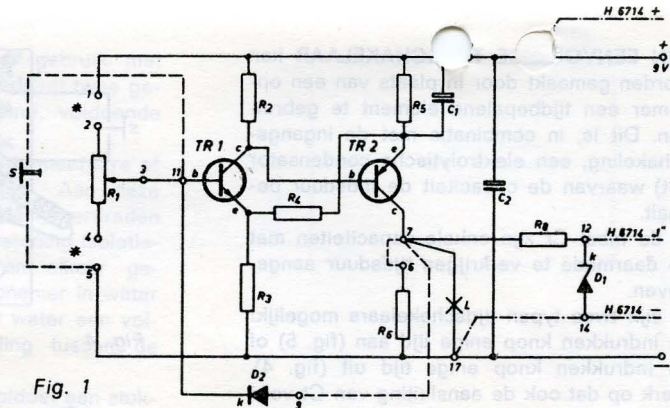

Fig. 1
**DE SCHAKELING** (fig. 1) die voor de schakelaar is gebruikt (z.g. Schmitt trigger), kent slechts twee stabiele toestanden die we de in- en de uitstand noemen. In de „in”-stand is TR2 „open” waardoor het lampje L brandt. In plaats van het lampje kunnen ook relais en andere apparaten worden geschakeld. De in- en de uitsituatie worden verkregen door de basisinstelling van TR1 te wijzigen; boven een zekere spanning op deze basis (t.o.v. de emitter) is de „in”-toestand bereikt, beneden deze spanning de „uit”-toestand. Indien de punten 1 en 2 en de punten 4 en 5 zijn doorverbonden, kan met R1 de basisspanning en daarmee dus de in- en de uittoestand worden ingesteld. Schakelen van „in” naar „uit”, en terug kan ook worden verkregen met behulp van een element dat gevoelig is voor licht, temperatuur enz. Dit element b.v. NTC-weerstand of LDR moet dan zodanig in een tak van de basisspanningsdeler (R1) worden opgenomen dat bij verwarming (van de NTC) of licht (op de LDR) de basisinstelling het inschakelpunt passeert. Indien zo'n element in de andere tak van de spanningsdeler wordt opgenomen zal de schakelaar ingaan bij koeling van de NTC of afscherming van de LDR. De basisspanningsdeler van TR1 wordt dus steeds gevormd door R1, plus een beveiligingsweerstand (R7) plus een opnemer. Met R1 kan een voor-instelling worden gegeven zodat desgewenst reeds een kleine wijziging van de opnemer het schakelen tot gevolg heeft. R1 kan de schakelaar als het ware „scherp stellen”.